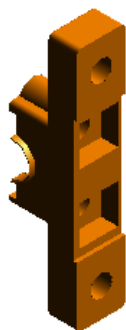

图 4.7.5 定义视图方位
- (1) 单击 **图纸视图** 区域的“视图向导”按钮，系统弹出“选择附件”对话框。单击 **确定** 按钮。
- (2) 然后在系统弹出的“图纸视图创建向导”对话框中单击 **下一步(N) >** 按钮，然后单击 **定制(C)...** 按钮，系统弹出“定制方向”对话框。
- (3) 在“定制方向”对话框中单击“常规视图”按钮，调整视图方位如图 4.7.5 所示，单击 **关闭** 按钮，然后单击 **完成(F)** 按钮。